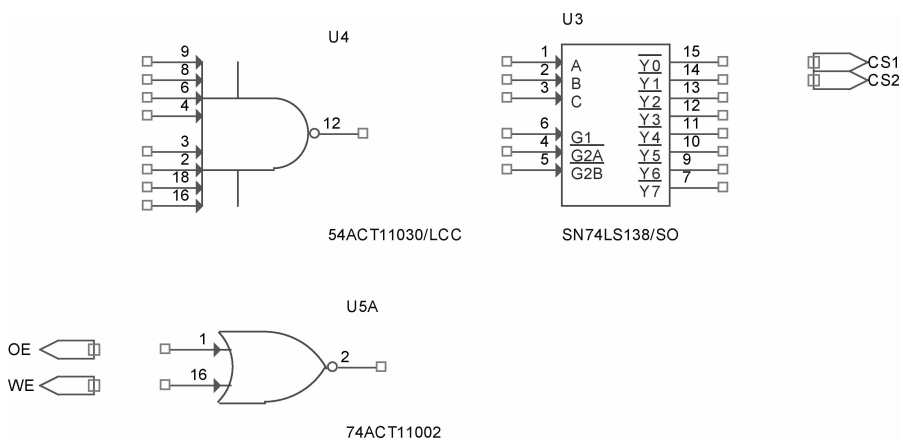

图 6-257 放置电路端口
2) 选择菜单栏中的 “Place (放置)” → “Hierarchical Port (电路端口)” 命令，或单击 “Draw (绘图)” 工具栏中的 “Place port (放置电路端口)” 按钮, 添加电路图 I/O 端口，弹出端口选择对话框，并将选择的端口放置到原理图中，使用同样的方法放置其余端口，最终结果如图 6-257 所示。